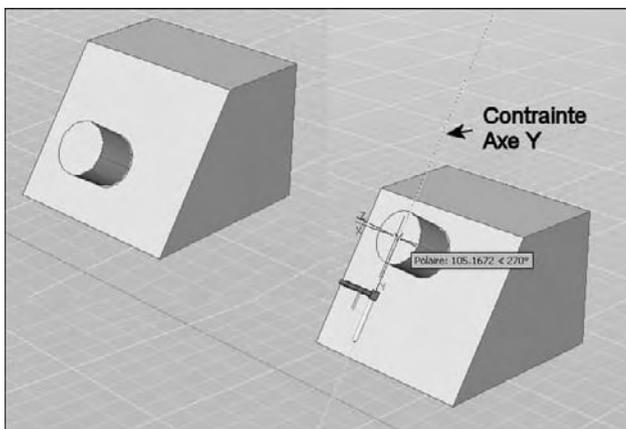

Fig.7.30
- 7 Cliquez ou entrez une valeur pour spécifier la distance du déplacement (fig.7.30).